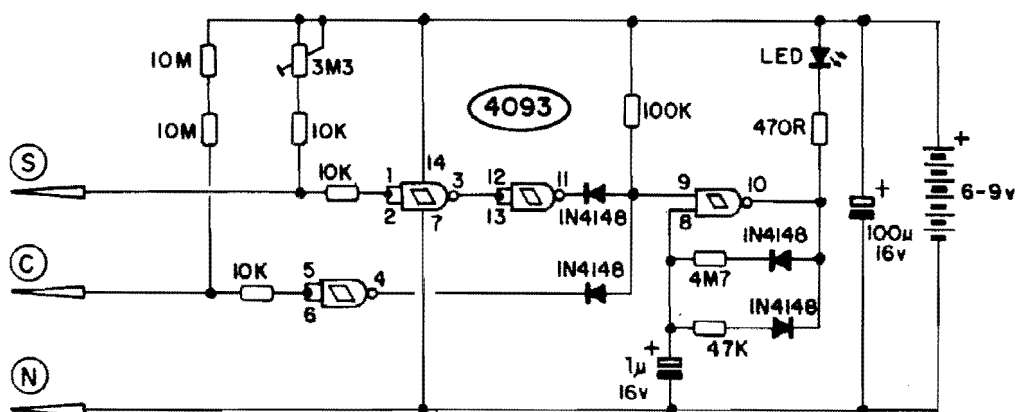

Fig. 1
- FIG. 1 - O CIRCUITO - O diagrama mostra, "de cara", que apesar das relativas sofisticções no seu funcionamento e automatismo, o circuito do ROJA não